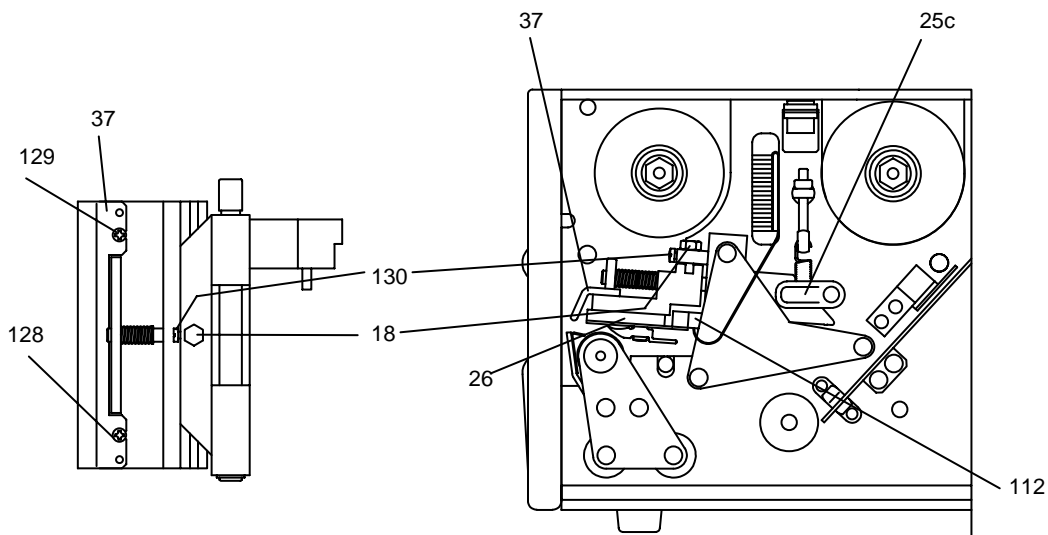

FIGURA 26
13.4.1. **smart 630**, risoluzione 6 dot (vedi figura 26)